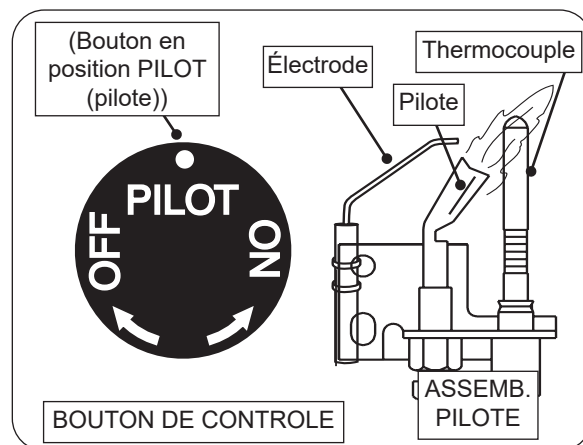

Fig. 49-1 Éclairage pilote
3. Localisez l'assemblage de la veilleuse sur le côté ou à l'arrière du bac du brûleur (voir Fig. 49-1).
4. Tournez le bouton de commande dans le sens antihoraire  sur **PILOT** (pilote). Appuyez **fermement et complètement** sur le bouton de commande et maintenez-le enfoncé. Appuyez plusieurs fois sur le bouton de l'allumeur piézo jusqu'à ce que la veilleuse s'allume. Continuez à maintenir le bouton enfoncé pendant environ une (1) minute après l'allumage de la veilleuse. Relâchez le bouton et il ressortira. La veilleuse restera allumée. Voir la Fig. 49-1. S'il s'éteint, répétez les étapes 2 à 4.